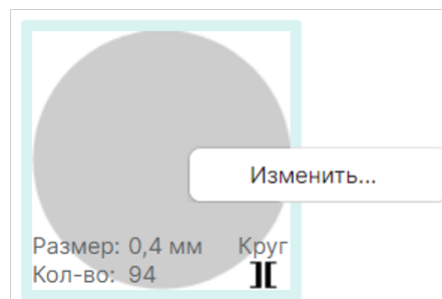

Рис. 89 Переход к назначению символов
1. На любой иконке отверстия вызовите контекстное меню и выберите «Изменить», см. Рис. 89.